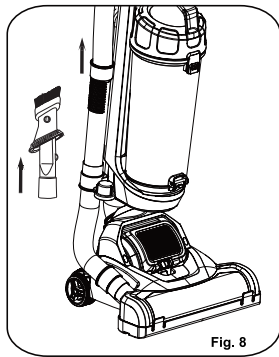

Fig. 8
Separe la parte flexible de la manguera de la fija (fig.8). Coloque el accesorio de elección (fig.9) y comience a limpiar.
8. Separate the upper flexible hose from the fixed hose (fig.8), fit the attachmen of choice (fig.9) and start the cleaner